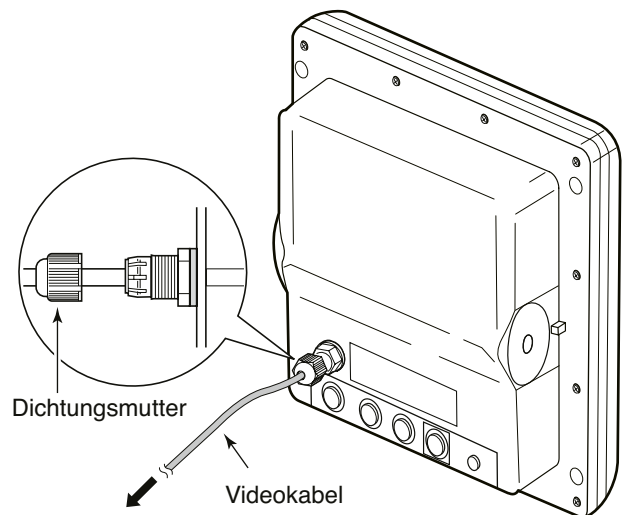

Abb. 6
11. Länge des Videokabels einstellen und die Dichtungsmutter festziehen. (Abb. 6)